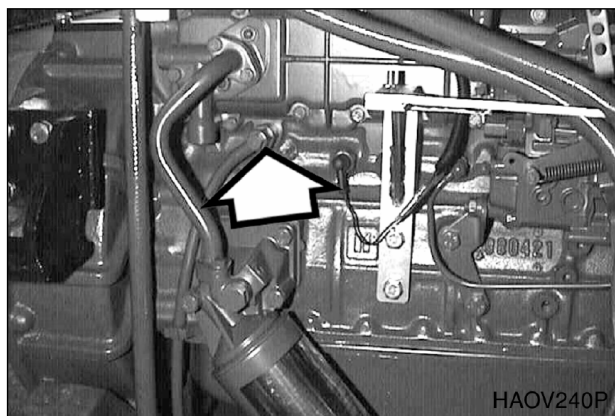

Рис. 76
4. Извлеките заглушку сливного крана охлаждающей жидкости (рис. 76) из двигателя.